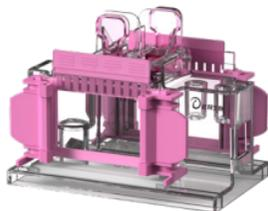

图4. 制胶器组装后状态
- 将密封条装在支架相应凹槽中，将步骤1组合好的制胶夹玻璃下沿压在密封条上，拧紧捏手，随后将玻璃板上沿放置在捏手正下方，松开捏手即可压紧玻璃(如图4所示)。